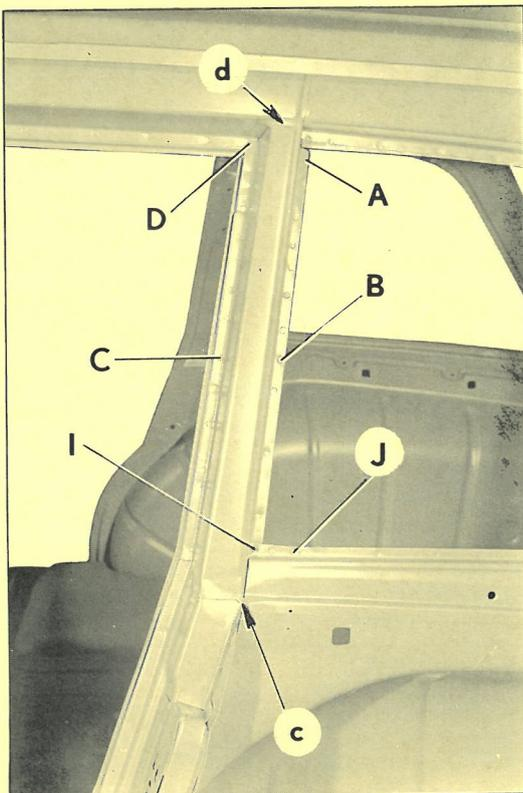

Fig. 2
- en AB (fig. 2)
- en CD (fig. 2)
- en IJ (fig. 2) (trois points)
en BC (fig. 2)
- en c (fig. 2)
- en d (fig. 2)